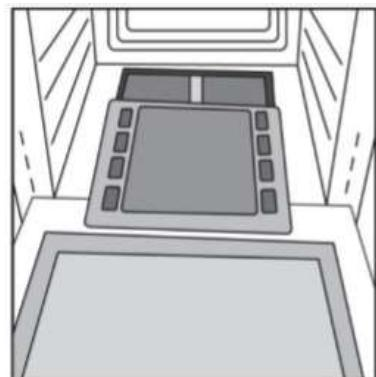

Рис. 9
- выдвиньте и удалите нижний поддон (рис. 9);
Прокрутите кнопку (Рис. 9) по часовой стрелке до позиции 60 минут и затем, прокручивая против часовой стрелки, настраивайте желаемое время.